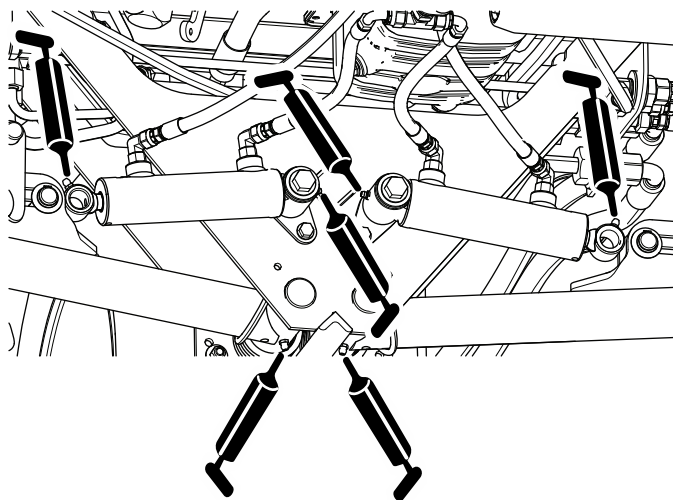

Figure 58
- Pivots de bras de levage arrière et vérins de levage (3 de chaque côté) ; voir Figure 58.